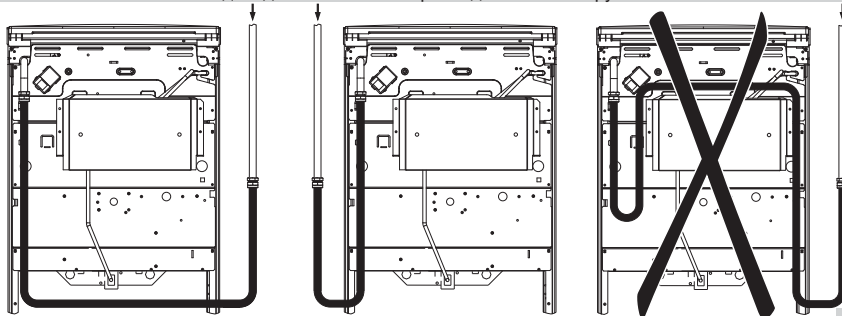

рис. 4
- гибкий присоединительный рукав не должен проходить в зоне горячего воздуха дымохода и касаться задней стенки плиты (рис. 4);
- !** **ПОМНИТЕ!** После установки плиты на место обязательно проверьте положение гибкого шланга подвода газа и шнура питания (рис. 4). Они не должны проходить над дымоходом и касаться задней стенки плиты. Во время работы духовки там возникает высокая температура, которая может их повредить.